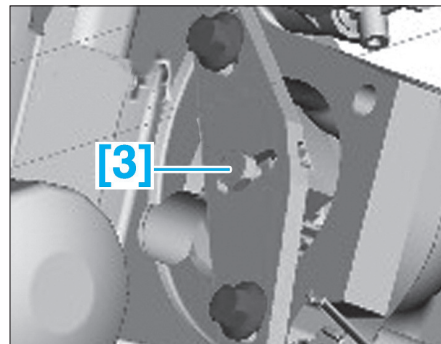

Fig. 13
- [3]. Outil de blocage du volant moteur (ref. 303-393) (Fig.13).
- Bloquer le volant moteur à l'aide de l'outil [3] (Fig.13).